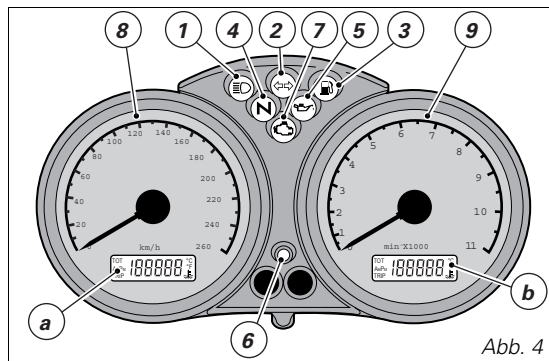
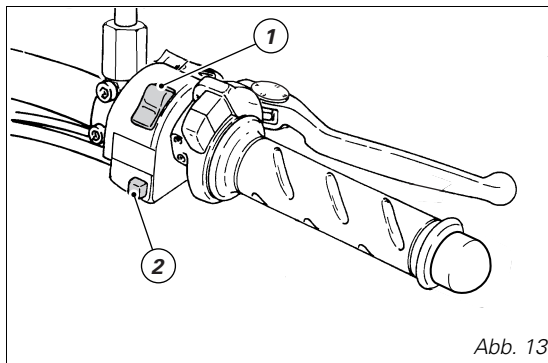

Abb. 4
Abb. 13
Cockpit (Abb. 4)
Die CODE CARD an einem sicheren Ort aufbewahren. Ein Mitführen des elektronischen und auf der CODE CARD angegebenen Codes ist jedoch empfehlenswert, falls sich eine Motorfreigabe anhand des Verfahrens erforderlich machen sollte, bei dem der Gasdrehgriff entsprechend betätigt werden muss. Das nachstehende Verfahren gibt dem Anwender die Möglichkeit, im Fall von Störungen am Immobilizer-System, die Funktion der "Motorsperre", die durch das gleichzeitige Aufleuchten der ockerfarbenen **EOBD**-Kontrollleuchte (7, Abb. 4) angezeigt wird, freizugeben. Dieses Verfahren kann jedoch nur mittels Eingabe des auf der Code Card angegebenen elektronischen Codes (eletronic code) durchgeführt werden.
Die EOBD-Kontrollleuchte (7, Abb. 4) erlischt nach einer festgelegten Zeit von 8 Sekunden.
4) So viele Leuchtimpulse der EOBD-Kontrollleuchte (7, Abb. 4) mitzählen, wie sie der ersten Ziffer des Geheimcodes entsprechen. Den Gasdrehgriff 2 Sekunden lang vollkommen aufdrehen, dann wieder loslassen. So wird die Eingabe einer Codeziffer erkannt und die EOBD-Kontrollleuchte leuchtet daraufhin 4 Sekunden lang auf. Dieses Verfahren so oft wiederholen, bis die letzte Ziffer eingegeben wurde. Sollte man nicht auf den Gasdrehgriff einwirken, blinkt die EOBD-Kontrollleuchte 20 Mal hintereinander, dann leuchtet sie ständig auf und das Verfahren muss vom Punkt (1) an wiederholt werden.
- 1) Wird der Code erkannt, blinkt die Kontrollleuchte (6, Abb. 4) am Cockpit kurz auf; das Schutzsystem hat in diesem Fall den Schlüsselcode erkannt und hebt die Motorsperre auf. Auf das Drücken der START-Taste (2, Abb. 13 -) hin, springt der Motor an;
- 2) Leuchten die Kontrollleuchte (6, Abb. 4) oder die EOBD-Kontrollleuchte (7, Abb. 4) weiterhin auf, wurde der Code nicht erkannt. In diesem Fall, wird empfohlen, den Schlüssel in die Position OFF zu bringen und ihn darauf erneut auf ON zu schalten. Sollte der Motor weiterhin blockiert bleiben, sollten man es nochmals mit dem anderen, mitgelieferten schwarzen Schlüssel versuchen. Springt der Motor immer noch nicht an, sollte man sich mit einem Kundendienst der DUCATI in Verbindung setzen.
- 3) Blinkt die Kontrollleuchte (Abb. 4) weiterhin auf, bedeutet dies, dass eine Anzeige des Immobilizer-Systems zurückgesetzt wurde (z.B. mittels Motorfreigabe über den Gasdrehgriff). Dreht man den Zündschlüssel auf OFF, dann wieder auf ON, müsste die Kontrollleuchte des Immobilizers ihre normale Funktion wieder aufnehmen (siehe Punkt 1).
Rechter Umschalter (Abb. 13)